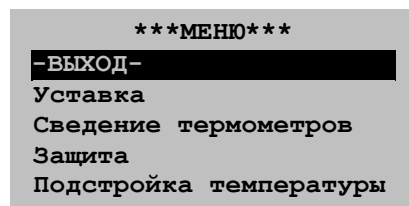
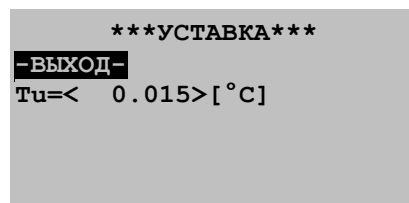

Рис. 2
Рис. 3
7.2 Задать температуру уставки. Для этого необходимо войти в «МЕНЮ» - нажать на верхнюю ручку управления. Рис.2. Далее, вращая верхнюю ручку управления, выбрать подменю – «Уставка». Войти в подменю «Уставка» - нажать на верхнюю ручку управления. Рис.3. Вращая верхнюю ручку управления, перейти на поле – «Tu». Нажать на верхнюю ручку управления. Появится возможность для редактирования уставки. Выбор редактируемой цифры осуществляется вращением верхней ручки управления, изменение - вращением нижней ручки управления. По окончании редактирования нажать на верхнюю ручку управления. Выйти из подменю «Уставка». Для этого, вращая верхнюю ручку управления, перейти на поле – «-ВЫХОД-». Затем нажать на верхнюю ручку управления.